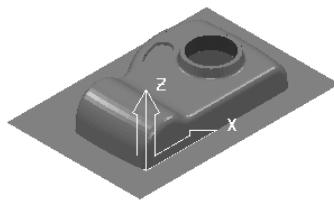

图 2-145 打开范例文件
2) 选择下拉菜单中的“文件”→“范例”命令，弹出“打开范例”对话框，选择“camera.ttr”（“随书光盘：\第 2 章\exercise20\uncompleted\camera.ttr”）文件，单击“打开”按钮即可，如图 2-145 所示。